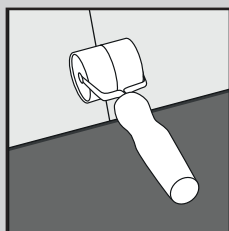

Fig. 4
5. Ga door met het leggen van de planken/tegels naar de andere kant van de ruimte tot de rij compleet is; gebruik een handroller als hulpmiddel (Fig. 4). Powtarzac kroki 4 i 5 aż do zakończenia montażu. Alleen indien nodig een rubberen hamer en een restant van het product gebruiken om het product zachtjes aan te tikken. U kunt een slagijzer gebruiken om het product langs de randen van de ruimte in elkaar te duwen (Fig. 5).